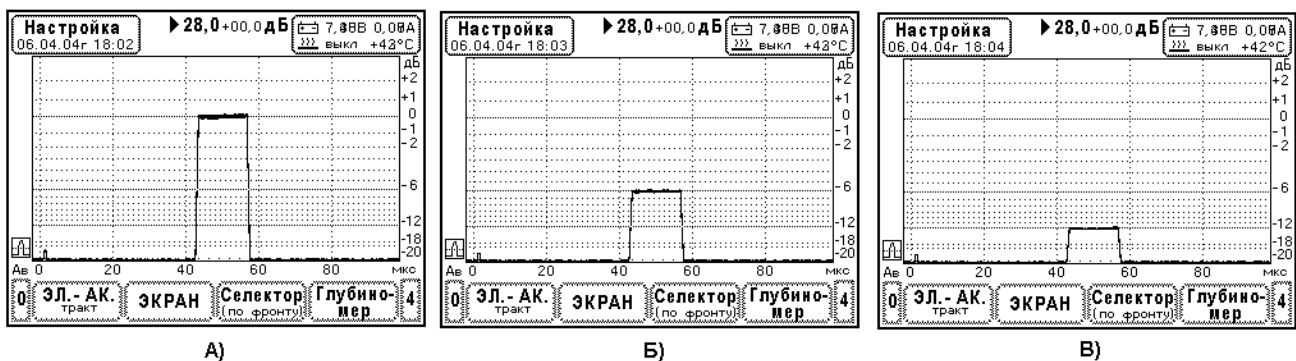

Рис.10.6.6.1. Определение параметров амплитудной характеристики приемного тракта дефектоскопа.
аттенюатора и определяют погрешности амплитудной характеристики. Вид тест-сигнала при определении погрешностей амплитудной характеристики показан на Рис.10.6.6.1.
3. Настройка амплитуды тест сигнала на стандартный уровень дефектоскопа. В меню «Экран», регулируя усиление прибора, установите амплитуду тест-сигнала на уровень 0 дБ по разметке экрана - Рис.10.6.6.1.А. Если необходимо, проведите точную настройку с помощью ручки «амплитуда» генератора сигналов Г4-102. Зафиксируйте ослабление аттенюатора $K_{ст}$ [дБ].